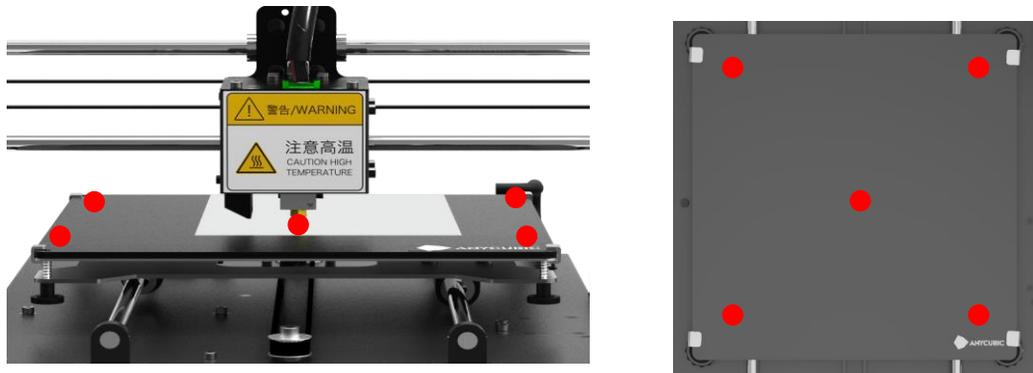

Abbildung 11
Schritt 5. Folgen Sie Schritt 4, um die anderen drei Ecken und die Mitte der Plattform zu nivellieren, wie in Abb.11 dargestellt.